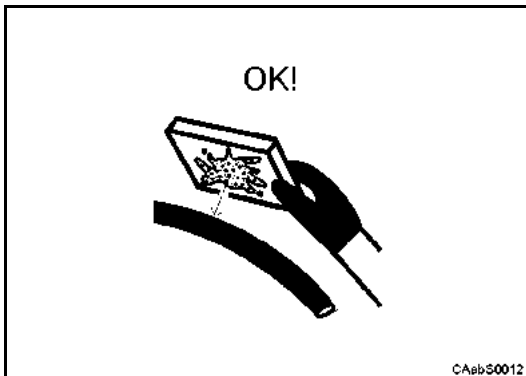

Fig. 33
- Evitare la ricerca di eventuali perdite di fluido da condotti in pressione con le mani o altre parti del corpo (Fig. 32), utilizzare le attrezzature preposte o comunque elementi non infiammabili (Fig. 33).
- *Do not search possible liquid loss on pressured pipes by using hands or others body parts (Fig. 32), use the prescribed devices or not inflammable elements (Fig. 33).*